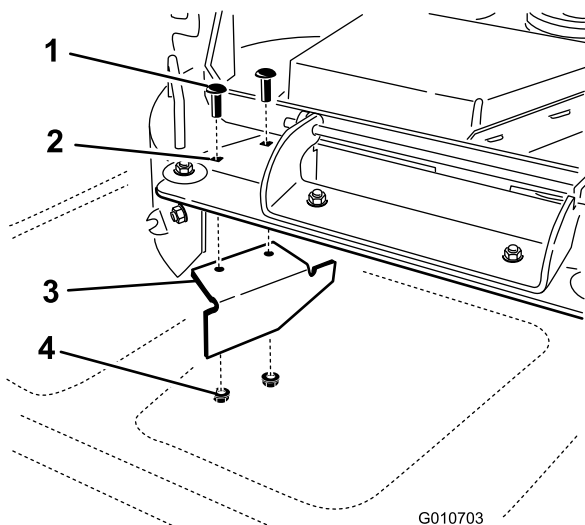

Figure 34
13. Trouvez le déflecteur incliné dans le sachet des pièces détachées. Retirez les fixations des trous arrière de la plaque d'éjection. Montez le déflecteur sur l'ouverture d'éjection latérale sur le plateau de coupe (Figure 34).